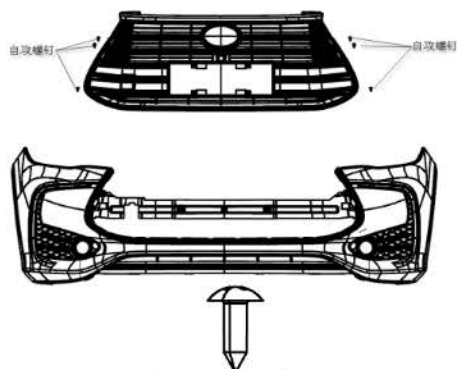

图 2-5 的拆卸
- (6) 拆下安装在前保险杠本体和前格栅上的 6 个自攻螺钉,并将前格栅两端与保险杠连接的卡脚拉出,即可拆除前格栅,如图 2-5 所示: